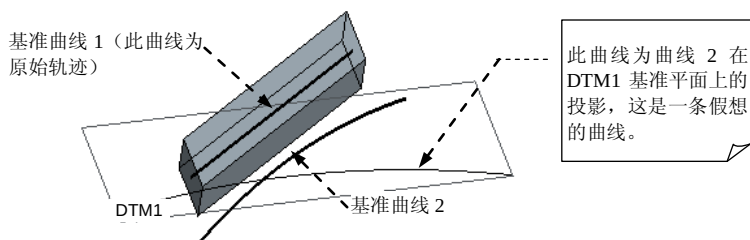

图 4.4.6 垂直于投影
在图 4.4.6 中，特征的截面在扫描过程中始终垂直于曲线 2 的投影，该特征的创建过程如下：
Step4. 选择轨迹曲线。第一个选取的轨迹必须是原始轨迹, 在图 4.4.6 中, 先选取基准曲线 1, 然后按住 Ctrl 键, 选取基准曲线 2。
(1) 选择控制方式。在操控板中单击 **参考** 选项卡, 在 **截面控制** 列表框中选择 **垂直于投影** 选项。
(2) 选择方向参考。在图 4.4.6 所示的模型中选取基准平面 DTM1, 此时 **参考** 界面如图 4.4.7 所示。